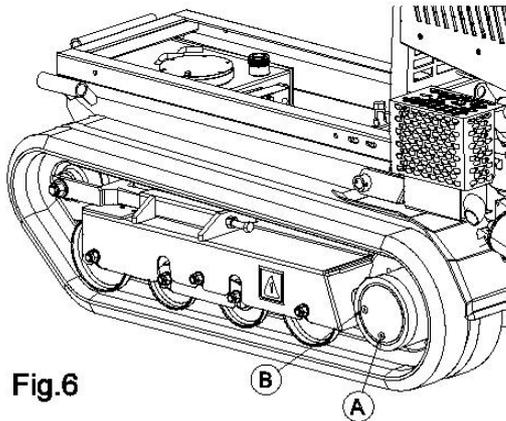

Fig.6
1. placer la machine comme indiqué sur la figure 6,
3. vider le motoréducteur en dévissant le bouchon de vidange (Détail A, Fig. 6) et en ayant soin de placer un récipient pour éviter de répandre l'huile usée dans la nature,
4. retirer le bouchon (Détail B, Fig. 6) de manière à accélérer la sortie de l'huile,